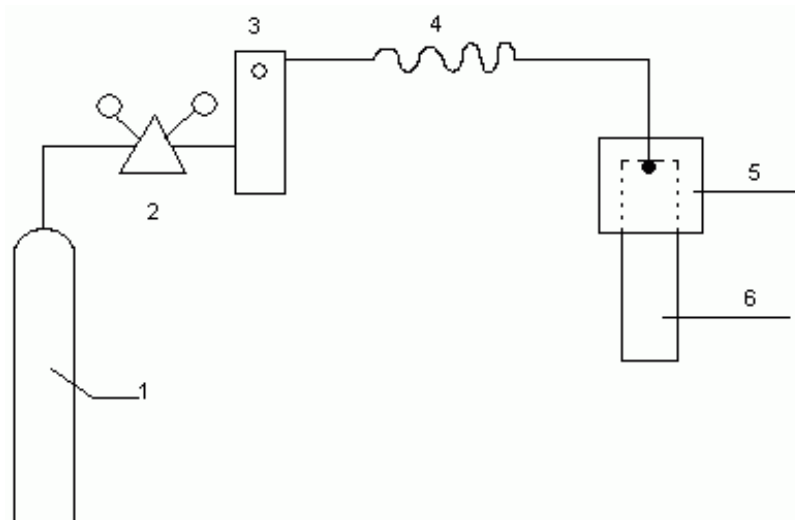
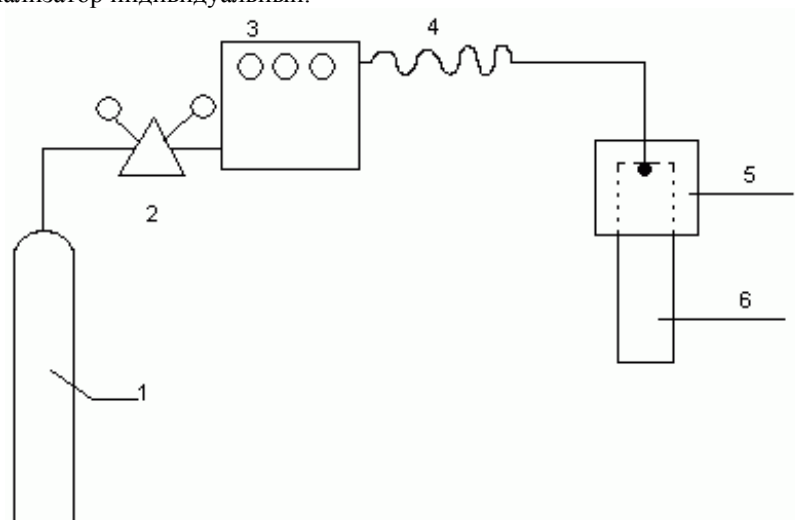
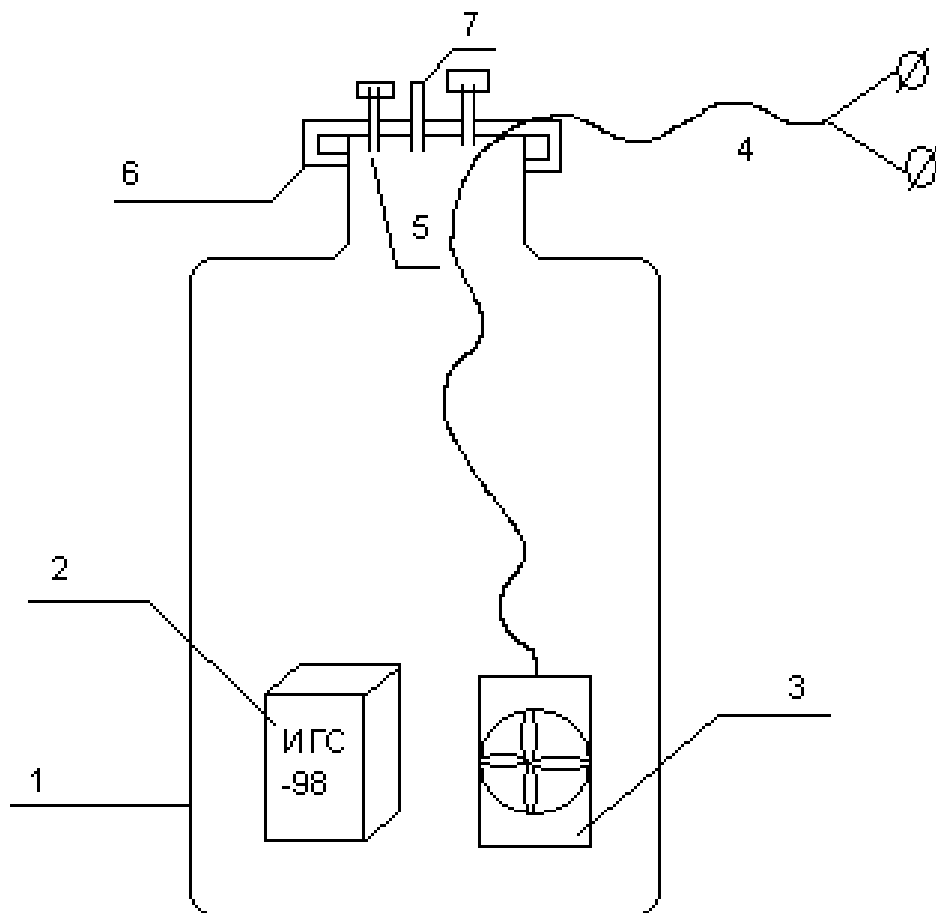

Рис. 2. Схема газовая принципиальная установки для проверки индивидуальных газосигнализаторов от баллонов со сжатыми газами ПГС.
Рис. 3. Схема газовая принципиальная установки для проверки индивидуальных газосигнализаторов от генератора газа.
Рис. 4. Схема газовая принципиальная камеры КГ-3 для проверки индивидуальных газосигнализаторов.
5.3.1. При работе с газовыми смесями из баллонов (ПГС) собирают газовую схему для проверки ГС (рис. 2). Для этого баллон с ПГС, подключают через понижающий редуктор и ротаметр к прибору. Вместо редуктора можно использовать баллонный вентиль тонкой регулировки. К отверстию сенсора ГС присоединяют газовую насадку-адаптер НГ-1 (рис. 1). Штуцер насадки соединяют с выходом ротаметра гибким шлангом. По ротаметру устанавливают требуемый расход газовой смеси.
испарения вещества через стенки фторопластовой ампулы-источника микропотока (ИМ). Установив источник микропотоков с необходимым веществом в установке, можно создавать высокостабильные газовые потоки заданной концентрации разного состава. Для работы собирают установку по схеме на рис. 3. Газовое питание генератора происходит от баллона со сжатым воздухом через понижающий редуктор. От генератора на ГС газовая смесь подается по фторопластовому трубопроводу, соединяемому коротким шлангом со штуцером насадки НГ-1.
5.5.2. Для этого собирают установку, изображенную на рис. 4. Прибор помещается полностью в камеру через герметичный люк. В камере (желательно из прозрачного материала) находится вентилятор для перемешивания воздуха, отверстие для микродозатора жидкой пробы вещества и две герметичные рукавицы для работы с прибором в камере при настройке.
1.6. ГС серии «В» выпуска после 2010 г. содержат три платы: цифровую GS, общую для всех типов ГС, в том числе двухгазовых (принципиальная схема рис.1а, расположение элементов рис.1б), плату зарядки аккумулятора TSN (рис. 2а и 2б) и аналоговые, крепящиеся непосредственно к сенсору, 5 типов: для 3-электродных электрохимических сенсоров (SO-CL-M, рис. 3а и 3б), для 2-электродных электрохимических сенсоров (CO-M, рис. 4а и 4б), для термокаталитических сенсоров (TK-IN, рис. 5а и 5б), для оптических сенсоров (CO2-M, рис. 6) и для полупроводниковых сенсоров (TK-B, рис.7).
рис. 2а. Принципиальная схема платы зарядки
рис. 3а. Принципиальная схема платы для 3-х электродных электрохимических сенсоров
рис. 4а. Принципиальная схема платы для 2-электродных электрохимических сенсоров
рис. 4б. Схема размещения элементов на плате 2-х электродных электрохимических сенсоров